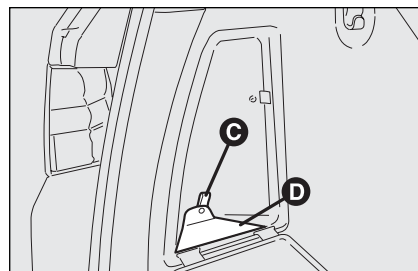

fig. 64
- ☐ segure a lingueta **C**-fig. 64 para abrir a segunda portinhola **D**: deste modo a unidade central porta-fusíveis é acessível.